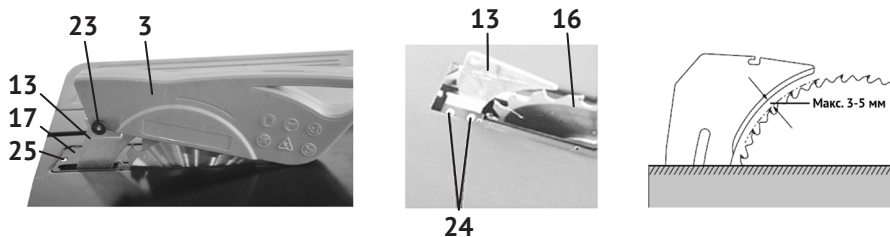

рис.4
- открутить винты крепления (рис.4 поз.25) вставки стола (рис.4 поз.17);
- закрепить винтами (рис.4 поз.24) на кронштейне расклинивающий нож (рис.4 поз.13) так, чтобы он находился в одной плоскости с пильным диском (рис.4 поз.16) и на расстоянии 3-5 мм, как показано на рис.4;
- совместив крепёжные отверстия кожуха (рис.4 поз.3) и расклинивающего ножа (рис.4 поз.13), соединить их винтом (рис.4 поз.23) и закрепить гайкой. Крепление не должно быть жёстким. Кожух должен иметь возможность вращения вокруг оси крепления, чтобы фиксироваться в выбранном положении относительно диска, в зависимости от толщины заготовки.